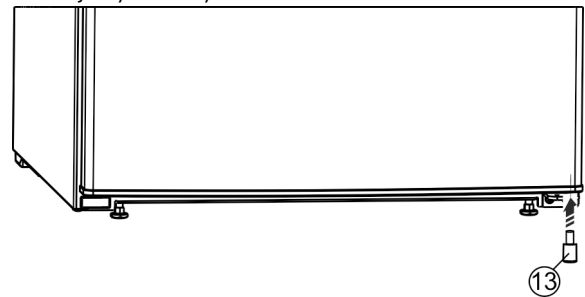

Fig. 27 \*
- ▶ Dištančný diel Fig. 27 (13) nasadte znovu vpravo dole do dverí, pretože je to dôležité pre stabilitu zariadenia.\*